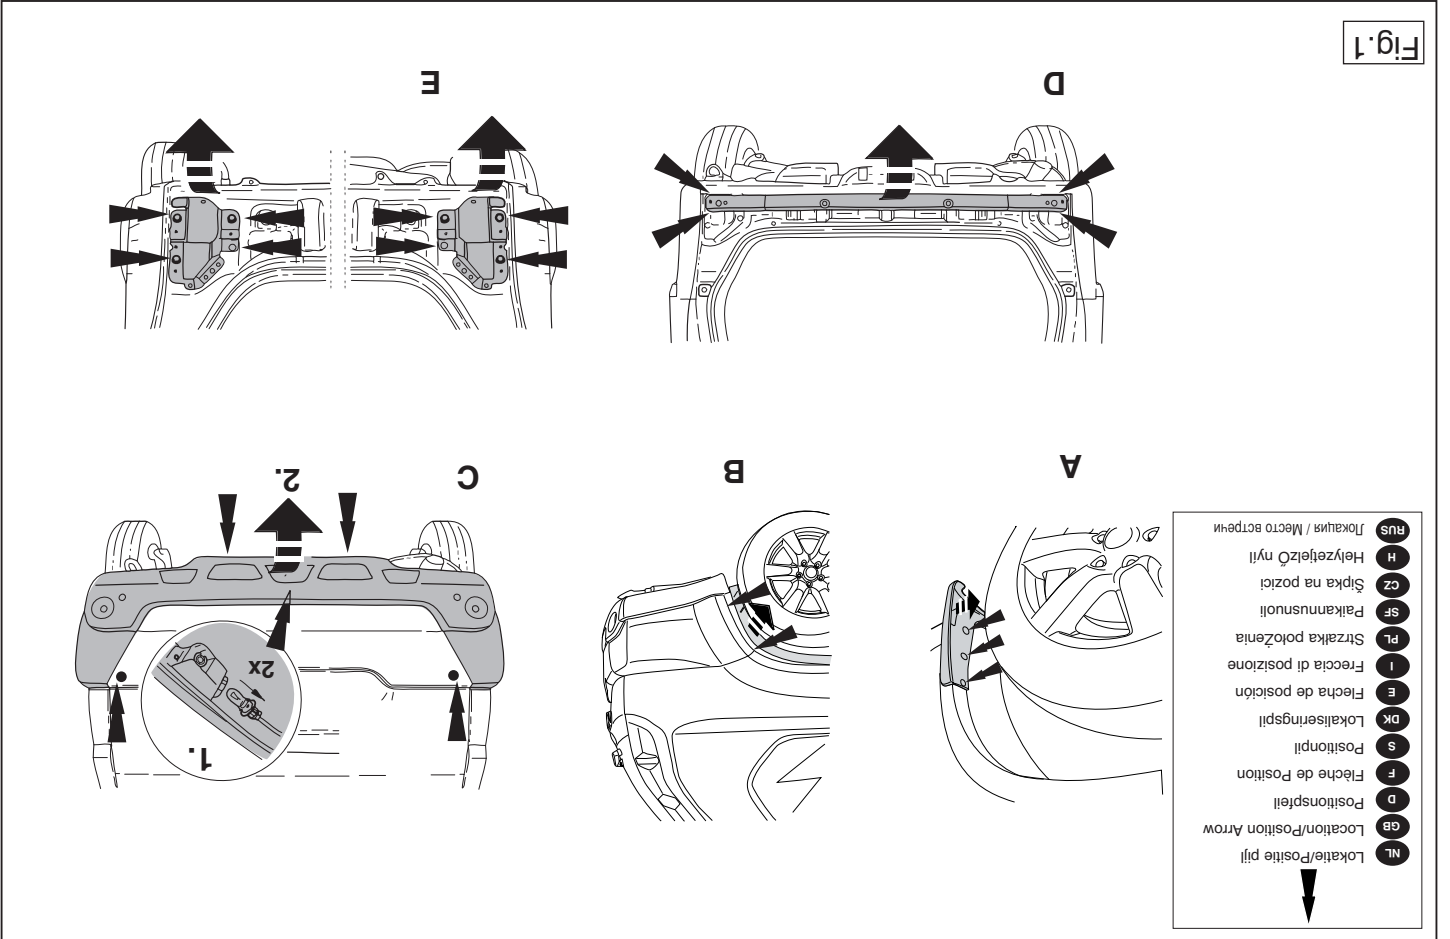

Fig. 1
1. Remove the bumper and the steel buffer beam from the vehicle. See figure 1.
1. Die Stoßstange einschließlich des stählernen Stoßbalkens vom Fahrzeug abmontieren Siehe Abbildung 1.
1. Déposer le pare-chocs du véhicule y compris la traverse en acier. Voir la figure 1.
1. Demonter kofangeren, inklusive køretøjets stålstødbjelke. Se fig. 1.
1. Снять бампер вместе со стальным буферным брусом автомобиля. См. рисунок 1.